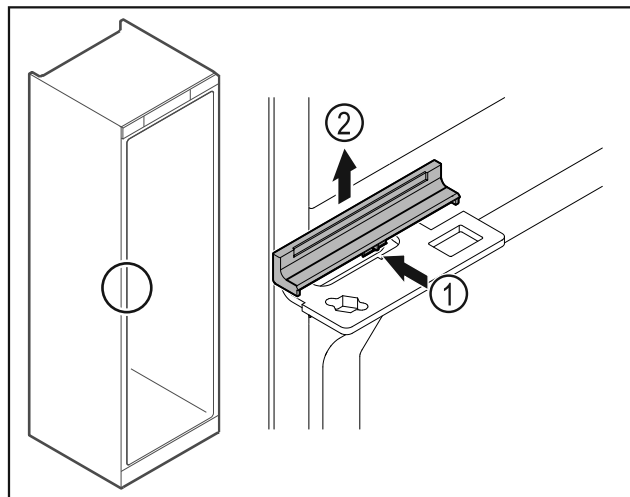

Fig. 42
- ▶ Zľahka zatlačte kryt Fig. 42 (1) v strede a odoberte ho nahor Fig. 42 (2).